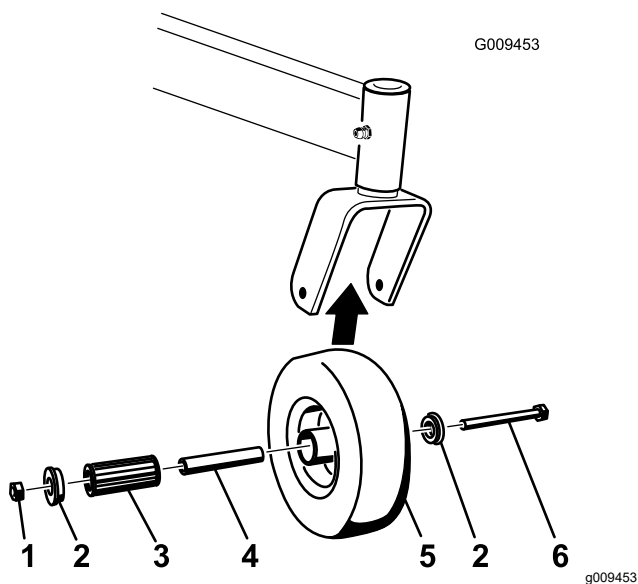

Figura 61
1. Retire la contratuerca y el perno que sujetan la rueda giratoria a la horquilla (Figura 61).
- Retire un solo casquillo y tire del casquillo intermedio y del cojinete de rodillos para sacarlos del cubo de la rueda (Figura 61).
- Retire el otro casquillo del cubo de la rueda y limpie la grasa y la suciedad del cubo de la rueda (Figura 61).
Nota: Repare o cambie cualquier pieza dañada o desgastada (Figura 61).
- Coloque un casquillo en el cubo de la rueda (Figura 61).
- Engrase el cojinete de rodillos y el casquillo intermedio y deslícelos en el cubo de la rueda (Figura 61).
- Coloque el segundo casquillo en el cubo de la rueda (Figura 61).
- Instale la rueda giratoria en la horquilla y fíjela con el perno y la contratuerca (Figura 61).
- Apriete la contratuerca hasta que el casquillo intermedio se apoye contra el interior de las horquillas de las ruedas giratorias (Figura 61).